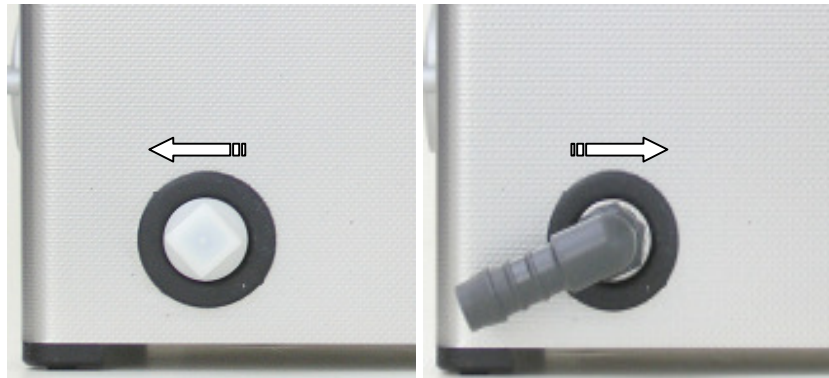

Bild 5.1.1 Ablauf mit Verschlussstopfen Auslieferungszustand Bild 5.1.2 Ablauftülle montiert
1. Schrauben Sie die werksseitig angebrachte Schraubkappe aus Kunststoff im Gegenuhrzeigersinn ab (*siehe Bild 5.1.1*).